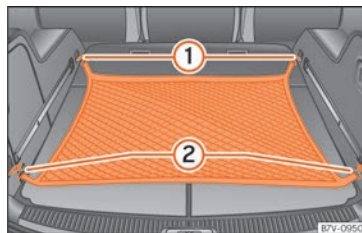

Abb. 149 Im Gepäckraum: eingehängtes Gepäcknetz.
- Haken des Gepäcknetzes in die Verzurösen » Abb. 149 ① und ② einhängen.
- Haken des Gepäcknetzes aus den Verzurösen » Abb. 149 ① vorsichtig aushaken.
- Haken des Gepäcknetzes aus den Verzurösen » Abb. 149 ② vorsichtig aushaken. »